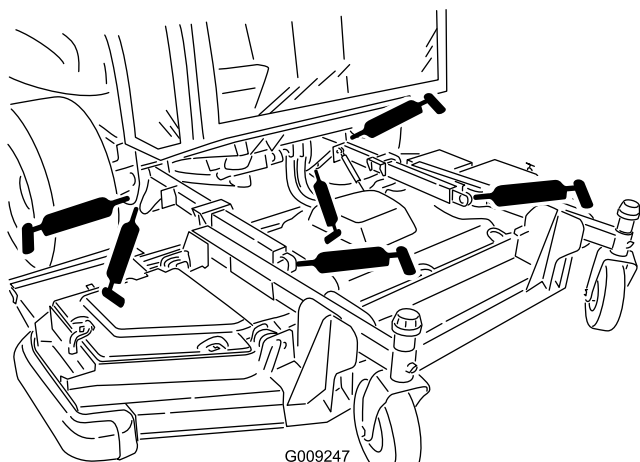

Figura 73
- 2 bocche orientabili del braccio di sollevamento (Figura 73)
- 2 giunti a sfera del braccio di sollevamento (Figura 73)
- 2 perni di articolazione del cilindro di sollevamento del piatto anteriore (Figura 73)